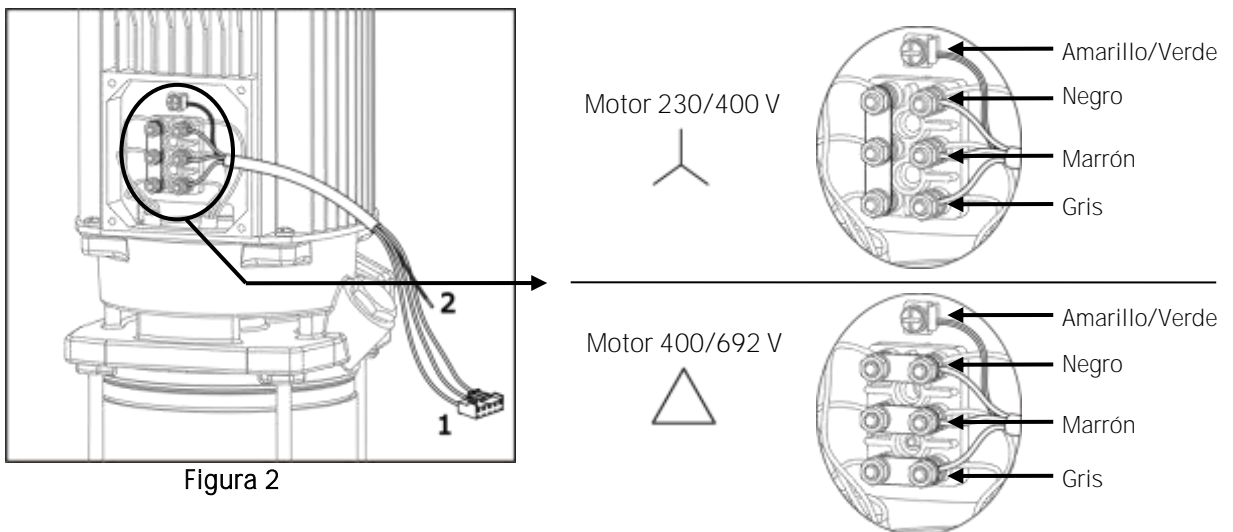

Figura 2
3.2.2) Speedrive con entrada trifásica (figura 2):